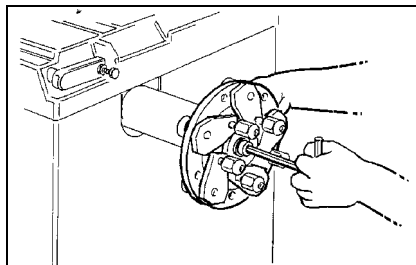

рис.10
- на **рис.10** показана система крепления **универсального фланца с 3/4/5 отверстиями**.